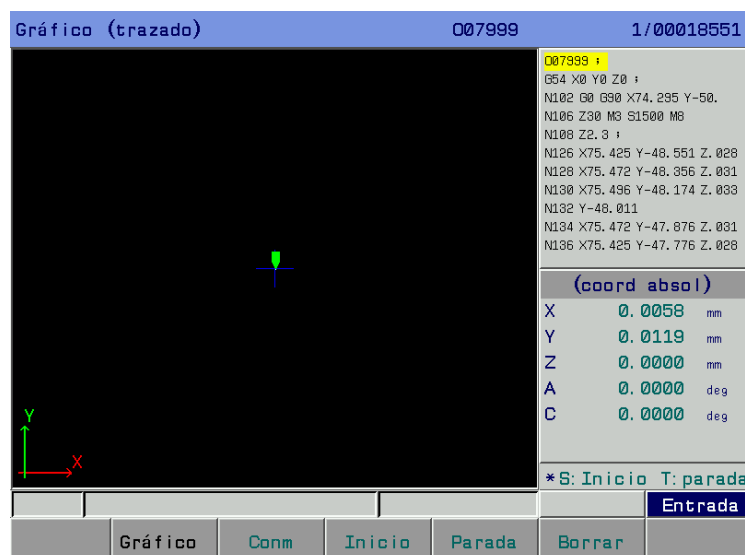

Figura 3-5-2
2) Presione la tecla programable de **[gráfico r]** para entrar en la interfaz de gráfico (se muestra en la figura 3-5-2).